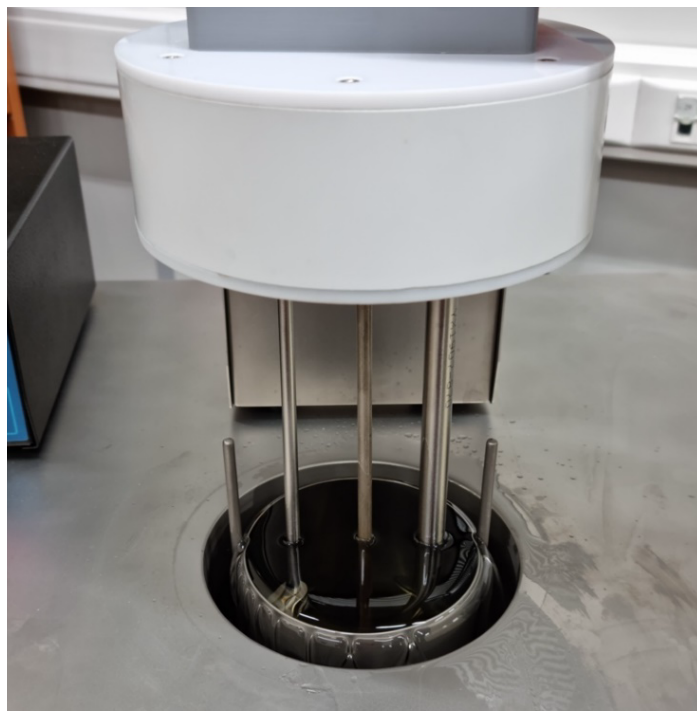

Рисунок 30 – Установка внешнего насытителя в термостат.
- установите внешний насытитель в термостат как показано на Рисунок 30(по направляющим) не заливая спирт;
8.5.6. Если в процессе поверки потребуется устанавливать температуру точки инея ниже -18 °С, залейте в термостат ТПП-1.3 этиловый спирт в соответствии с руководством по эксплуатации на него. Включите питание термостата и блока управления, убедитесь в наличии перелива теплоносителя (шторка с направляющими должна быть установлена в термостат как показано на рисунке ниже (Рисунок 30). Установите внешний насытитель в термостат по направляющим (Рисунок 30) до плотного контакта с верхней крышкой термостата (Рисунок 1).